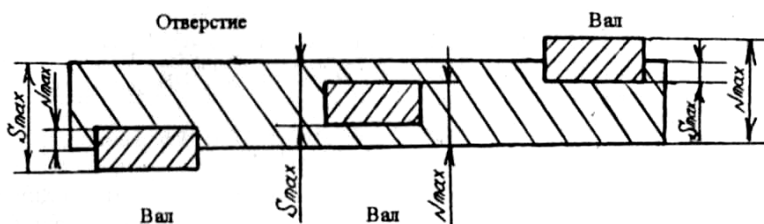

Рис. 3. Схема полей допусков для переходной посадки.
**3. Переходная посадка**, при которой возможно получение, как зазора, так и натяга в соединении, в зависимости от действительных размеров отверстия и вала. При графическом изображении поля допусков отверстия и вала перекрываются полностью или частично (рис. 3).